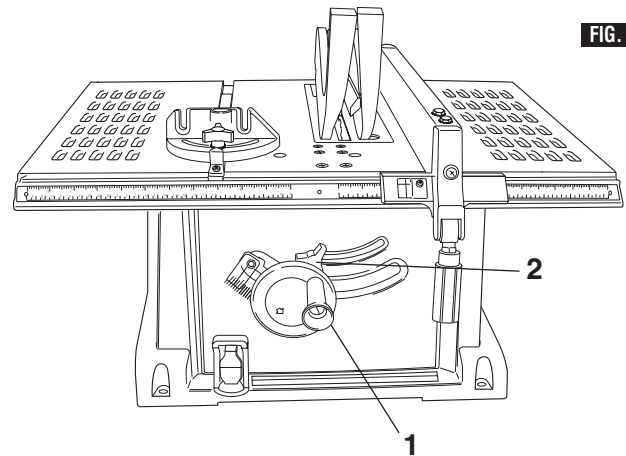

FIG. 7
1. Raise the blade to the maximum height by turning the control wheel 1 counterclockwise (Fig. 7).
2. Loosen the blade lock knob 2. Push in the blade elevation/tilting control wheel 1 and rotate clockwise as far as possible (Fig. 7).
2. Loosen the blade lock knob 2. Push in the blade elevation/tilting control wheel 1 and rotate counterclockwise as far as possible (Fig. 7).
1. Élevez la lame jusqu'à la hauteur maximum en tournant la roue de commande **1** dans le sens contraire des aiguilles d'une montre (Fig. 7).
2. Desserrez le bouton de verrouillage de la lame **2**. Appuyez sur la roue de commande d'élévation/inclinaison de la lame **1** et tournez dans le sens des aiguilles d'une montre aussi loin que possible (Fig. 7).
1. Suba la hoja hasta la altura máxima girando la rueda de control **1** en sentido contrario al de las agujas del reloj (Fig. 7).
2. Afloje el pomo de fijación de la hoja **2**. Presione la rueda de control de elevación e inclinación de la hoja **1** y gírela en el sentido de las agujas del reloj tanto como sea posible (Fig. 7).
2. Afloje el pomo de fijación de la hoja **2**. Presione la rueda de control de elevación e inclinación de la hoja **1** y gírela en sentido contrario al de las agujas del reloj tanto como sea posible (Fig. 7).